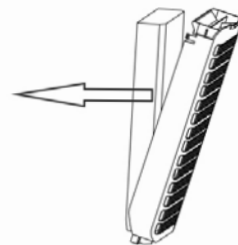

Abbildung 5
2. Nehmen Sie den Wasserschleier in der angegebenen Pfeilrichtung heraus. *Abbildung 5.*